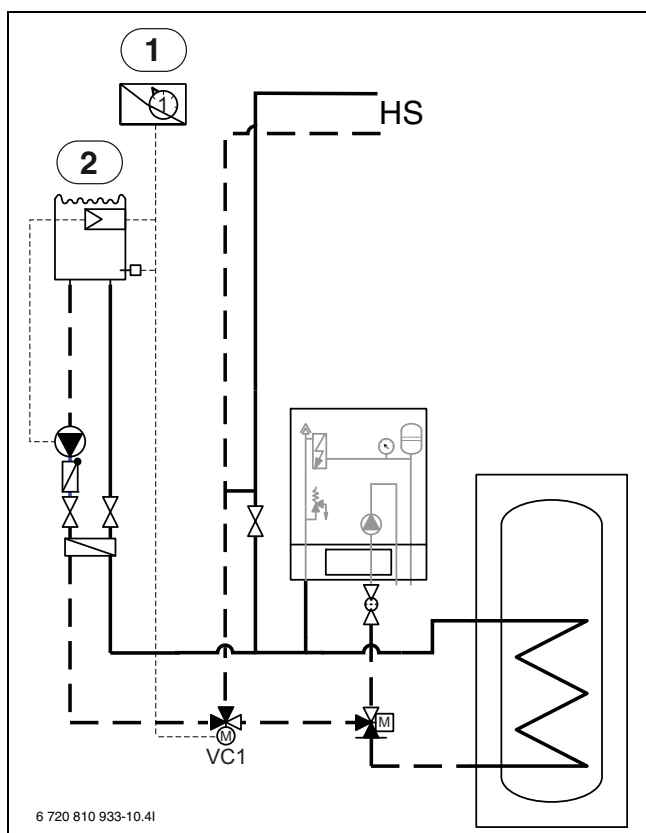

Fig. 11 Visualización de ejemplo para la instalación de piscina
- ▶ Montar el mezclador de piscina en el retorno a la unidad interior (→ [VC1] fig. 11).